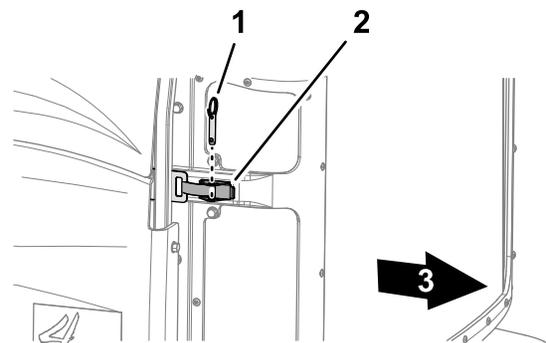

Figura 64
2. Rimuovete il perno a sfera dal fermo della griglia (Figura 64).